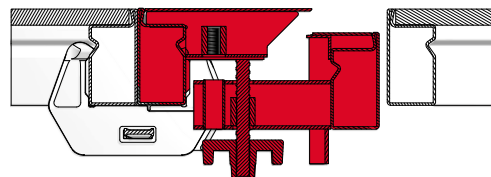

Fig. 39.4 Étape 2
2. Dévisser les vis à brides intégrées du filetage de coffrage et les visser dans le filetage de décoffrage jusqu'à ce que la partie 2 soit détachée du béton (Fig. 39.4).